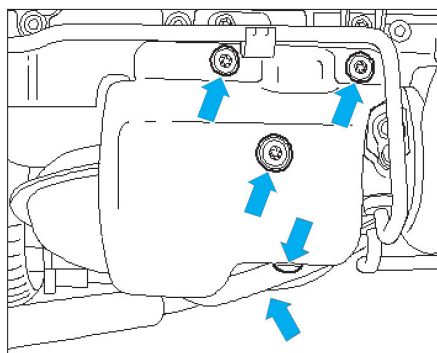

Fig. 51
- Déposer les vis et retirer la tôle calorifuge du turbocompresseur (Fig.51).